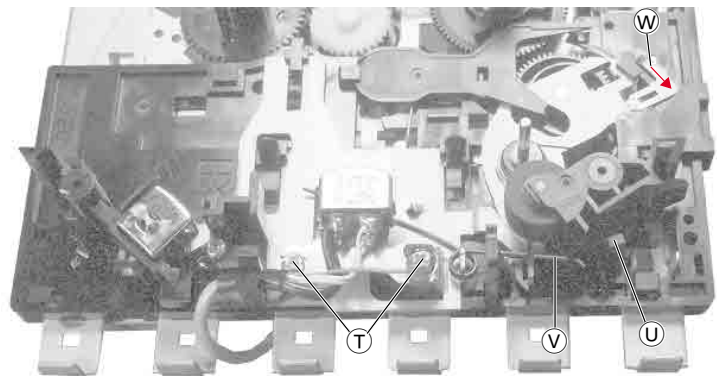

Fig. 10
- 2 Schrauben **(T)** (Fig. 10) herausdrehen und A/W-Kopf abnehmen.
- Rastnase **(U)** (Fig. 10) ausrasten.
Montagehinweis: Feder **(V)** wieder einhängen und Hebel **(W)** in Pfeilrichtung schieben (Fig. 10).
- Undo 2 screws **(T)** (Fig. 10) and remove the R/P Head.
- Disengage catch **(U)** (Fig. 10).
Reassembly: When reassembling re-attach the spring **(V)** (Fig. 10) and push the lever **(W)** in the direction of the arrow (Fig. 10).